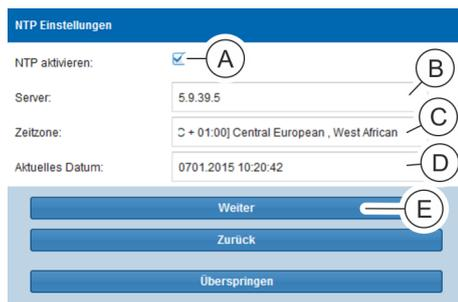

Abb. 45: Fenster "NTP-Einstellungen"
- 24. Ggf. die Checkbox „NTP aktivieren“ (Abb. 45/ⓐ) anklicken, eine Server-Adresse (Abb. 45/ⓑ) eingeben und eine Zeitzone auswählen (Abb. 45/ⓒ). Alternativ die Checkbox „NTP aktivieren“ (Abb. 45/ⓐ) nicht anklicken und nur Datum und Uhrzeit (Abb. 45/ⓓ) eingeben.
- 25. Eingaben über die Schaltfläche „Weiter“ (Abb. 45/ⓔ) bestätigen.